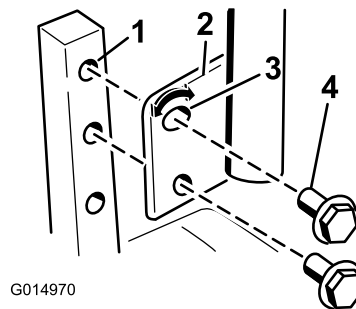

Figura 26
1. Togliete i due bulloni che fissano la leva di comando all'albero del braccio di controllo (Figura 26).
2. Spostate la leva di comando nella serie di fori successiva. Fissate la leva con i due bulloni (Figura 26)
2. Allentate il bullone inferiore appena a sufficienza per ruotare la leva di controllo in avanti o all'indietro (Figura 26). Serrate entrambi i bulloni per fissare il controllo nella nuova posizione.